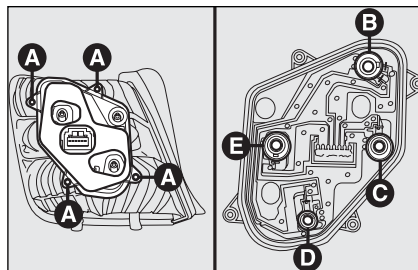

fig. 32
- ☐ dévisser les 4 vis **A-fig. 32** et enlever le porte-lampe de son emplacement;